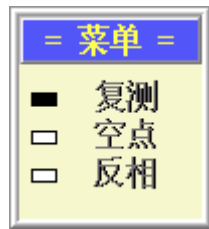

图 4.16 功能选择菜单
3. 跨缝和不跨缝数据浏览时，用[▲]、[▼]键可以将光标移到不同的测点处，以对数据进行查看、同时该测点的波形显示在波形显示区域内，测点处按[确认]键出现功能选择菜单（如图 4.16），用[▲]、[▼]键在功能之间切换，[确认]键选择此功能，[返回]键直接返回。
在测点处按**确认**键出现图 4.16 提示框后，选择空点功能将该测点置为空点，置为空点的测点不参与分析计算。